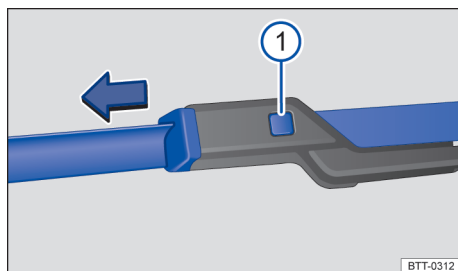

Fig. 155 Troca das palhetas dos limpadores do para-brisa.
- Mantenha pressionada o botão de destravamento → Fig. 155 ❶ e puxe ao mesmo tempo a palheta no sentido da seta.